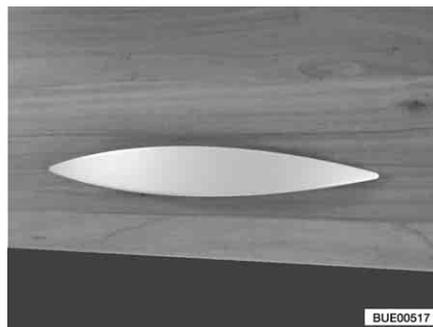

Fig. 36 Trampilla de muebles con tirador (ejemplo)
- Tirar del tirador (Fig. 36) hasta que la trampilla quede abierta.